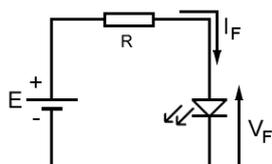

FIGURE 3 – Une résistance en série avec une LED.
3. On considère le câblage illustré par la figure 3. En supposant que le constructeur préconise 15 mA comme courant nominal pour allumer la LED et que la tension E est de 5 Volts, trouver la valeur en Ohm de la résistance adéquate.
5. Est-il possible d'invertir les positions de la résistance et de la LED sur le câblage de la figure 3 ?